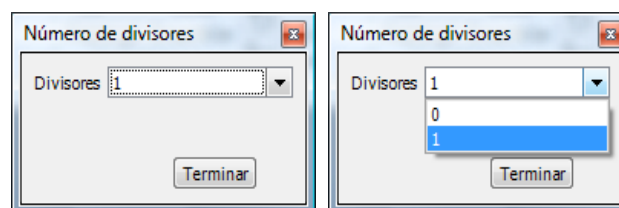

Figura 67 (número de divisores)
- **Divisores:** pinchando sobre el botón **número de divisores** se selecciona si se quiere que tenga el módulo divisor o no, mediante una lista desplegable con las opciones de cero y uno. Una vez elegido la opción, se pincha **terminar**. En la siguiente figura 67 se muestra el formulario de número de divisores y el desplegable.